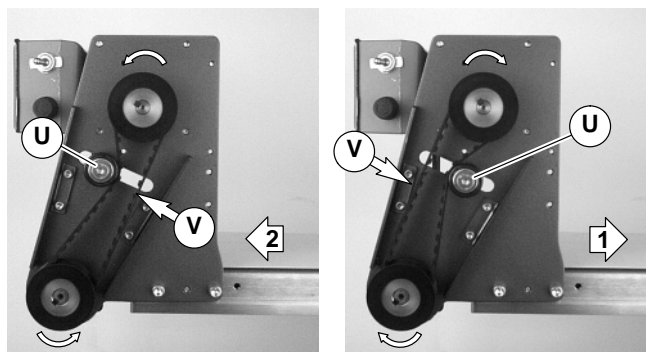

Abbildung 11
3. Je nach Laufrichtung des Fördergurtes (Richtung 1 oder 2) Lage der Zahnriemen-Spannvorrichtung wie gezeigt positionieren (U siehe Abbildung 11). Zahnriemen so spannen, bis eine Durchbiegung von 3 mm bei einer Kraft von 0,5 kg am mittleren - Punkt (V) des Zahnriemens erreicht ist. Die Spannschraube mit 12 Nm festziehen.
5. Je nach Laufrichtung des Fördergurtes (Richtung 1 oder 2) Lage der Zahnriemen-Spannvorrichtung wie gezeigt positionieren (U siehe Abbildung 11). Zahnriemen so spannen, bis eine Durchbiegung von 3 mm bei einer Kraft von 0,5 kg am mittleren - Punkt (V) des Zahnriemens erreicht ist. Die Spannschraube mit 12 Nm festziehen.